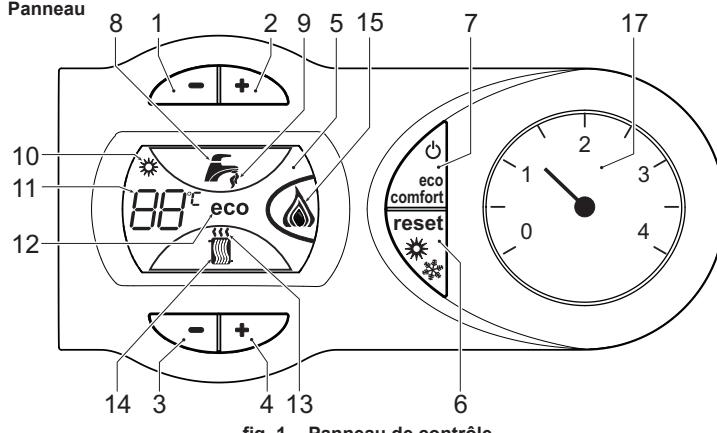
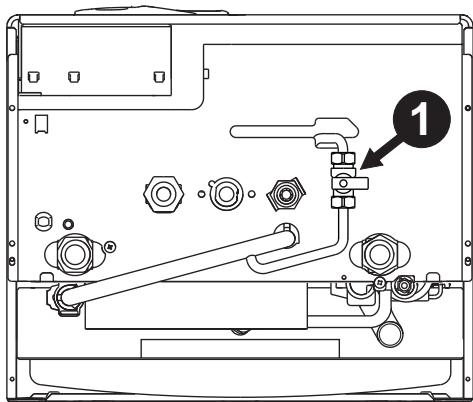

fig. 1 - Panneau de contrôle
fig. 6 - Robinet de remplissage
**Légende panneau fig. 1**
L'afficheur (rep. 11 - fig. 1) visualise la température actuelle du départ du chauffage et pendant le temps d'attente, l'indication "d2".
L'afficheur (rep. 11 - fig. 1) visualise la température actuelle de sortie de l'eau chaude et pendant le temps d'attente l'indication "d1".
La demande Confort (rétablissement de la température interne de la chaudière) est indiquée par le clignotement de l'eau sous le robinet sur l'afficheur. L'afficheur (rep. 11 - fig. 1) visualise la température actuelle de l'eau contenue dans la chaudière.
En cas d'anomalie (voir cap. 4.4), l'afficheur visualise le code d'erreur (rep. 11 - fig. 1) et, durant les temps d'attente de sécurité, le message « d3 ».
Appuyer sur la touche on/off (rep. 7 - fig. 1) pendant 5 secondes.
Quand la chaudière est éteinte, la carte électronique est encore alimentée en énergie électrique. Le fonctionnement eau sanitaire et chauffage est désactivé. Le système antigel reste actif. Pour rallumer la chaudière, appuyer à nouveau sur la touche on/off (rep. 7 - fig. 1) pendant 5 secondes.
Appuyer sur la touche été/hiver (rep. 6 - fig. 1) pendant 2 secondes.
L'afficheur montre le symbole Été (rep. 10 - fig. 1) : la chaudière ne fournira que de l'eau chaude sanitaire. Le système antigel reste actif.
Pour désactiver le mode Été, appuyer à nouveau sur la touche été/hiver (rep. 6 - fig. 1) pendant 2 secondes.
Appuyer sur les touches chauffage (rep. 3 et 4 - fig. 1) pour régler la température d'un minimum de 30°C à un maximum de 80°C.
Appuyer sur les touches sanitaire (rep. 1 et 2 - fig. 1) pour régler la température entre 40°C (minimum) et 55°C (maximum).
Le dispositif peut être désactivé par l'utilisateur (mode ECO) en appuyant sur la touche **eco/confort** (7 - fig. 1). En mode ECO, l'afficheur active le symbole ECO (rep. 12 - fig. 1). Pour activer le mode CONFORT, rappuyer sur la touche **eco/confort** (rep. 7 - fig. 1).
La pression de remplissage installation à froid, lire sur l'hydromètre de la chaudière (rep. 17 - fig. 1), doit correspondre environ à 1,0 bar. Si la pression de l'installation descend en dessous de la valeur minimale, la chaudière s'arrête et l'afficheur visualise l'anomalie F37. Agir sur le robinet de remplissage rep. 1 fig. 6, et remettre la pression à la valeur initiale. Toujours refermer le robinet de remplissage après cette opération.